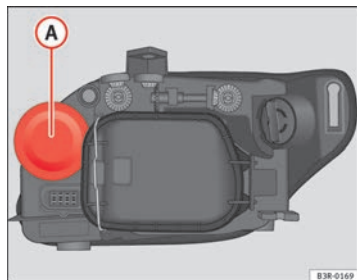

Fig. 220 Lámpara luz intermitente
- Extraiga la tapa de goma ⇒ fig. 220 tirando de ella.